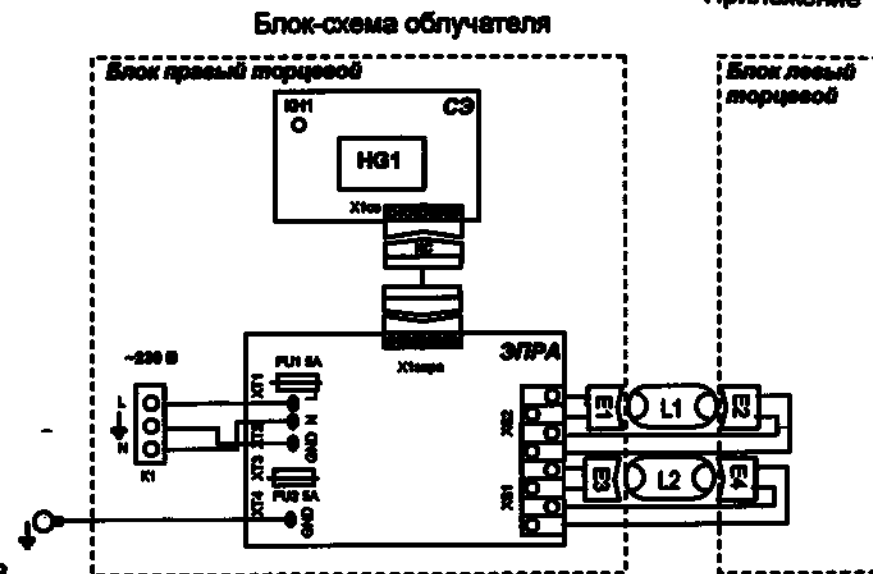

Рис.8
- Отсоединить провода ламп от клеммных колодок XS1 и XS2 (рис.8 Приложение 1), расположенных на ЭПРА.
- Отсоединить разъем кабеля соединительного от разъема Х1_{эпра} (рис.8 Приложение 1).
- Подсоединить разъем кабеля соединительного к разъему Х1_{эпра} (рис.8 Приложение 1).
- Установить провода ламп в клеммные колодки XS1 и XS2 (рис.8 Приложение 1).
- Отсоединить разъем кабеля соединительного от разъема X1сэ (рис.8 Приложение 1).
- Установить разъем кабеля соединительного к разъему X1сэ (рис.8 Приложение 1).